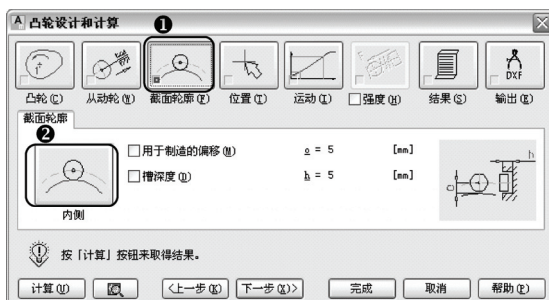

图 12-38 截面轮廓选项
4) 单击“截面轮廓”选项, 选择“内侧”, 如图 12-38 所示。